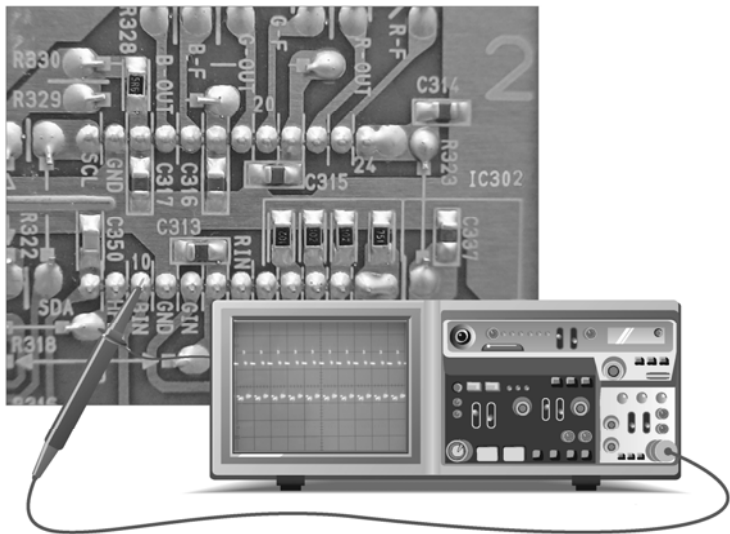

图 2-35 B 输入信号波形的检测
继续检测 B 信号的输入，B 信号是从集成电路的⑩脚输入的，将示波器的探头移到⑩脚上（引脚下有 BIN 标识），便可以得到 B 信号的波形，如图 2-35 所示。